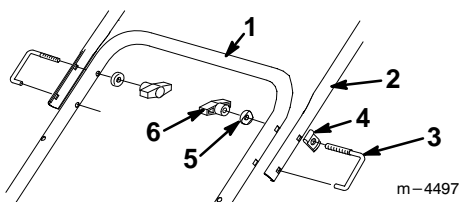

Figure 9
3. Monter le mancheron supérieur comme illustré à la figure 9.